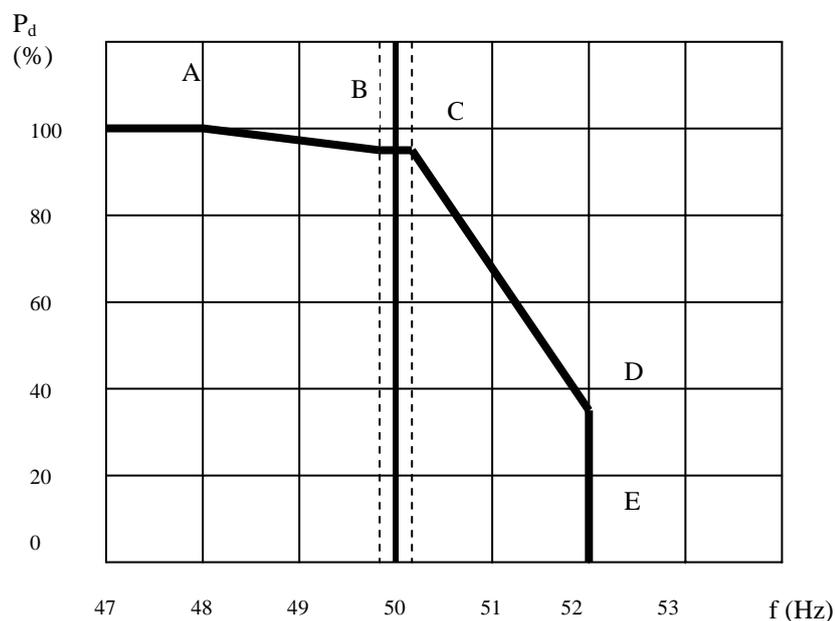

Figura 2: Variația puterii CE funcție de frecvență
(3) Din momentul restabilirii tensiunii rețelei electrice în limitele normale de funcționare, CE trebuie să producă întreaga putere activă disponibilă în cel mai scurt timp posibil, cu un gradient de variație a sarcinii de cel puțin 20 % din puterea instalată pe secunda (MW / sec).
- e) (1) CE va fi prevăzută cu un sistem de reglaj automat al puterii active în funcție de valoarea frecvenței (reglaj automat f/P). Acesta va acționa conform unei curbe de răspuns frecvență/putere activă exemplificată în figura 2, unde  $P_d$  reprezintă puterea activă disponibilă. Coordonatele punctelor A, B, C, D și E depind de valoarea frecvenței, a puterii active pe care o poate produce centrala și de valoarea de consemn la care este limitată puterea activă, în intervalele: A (50-47 Hz), B (50-47 Hz), C (50-52 Hz), DE (50-52 Hz). Poziția punctelor se setează conform dispozițiilor Î.S. Moldelectrica.
(2) Modificarea puterii active generate datorită variațiilor de frecvență va fi realizată, pe cât posibil, prin modificarea proporțională a puterii active generate de fiecare grup generator a CE, nu prin pornirea și oprirea de grupuri generatoare. Viteza de răspuns a fiecărui grup generator a CE aflată în funcțiune trebuie să fie cel puțin 60% din puterea nominală pe minut (MW/min).
(3) Dacă valoarea frecvenței ajunge la o valoare mai mare decât cea corespunzătoare segmentului „D – E” pe curba caracteristică prezentată în figura 2, se admite ca CE să fie deconectată. Oricare grup generator a CE care a fost deconectat va fi repus în funcțiune imediat ce este posibil din punct de vedere tehnic.
- g) (1) În funcționare normala, CE trebuie să aibă capacitatea :